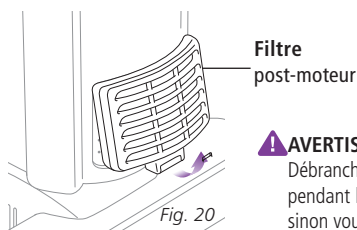

Fig. 20
- 1 Retirez le couvercle du filtre à l'avant de l'aspirateur en tirant sur la languette et en tirant sur le couvercle en l'éloignant de l'aspirateur. (Fig. 20)